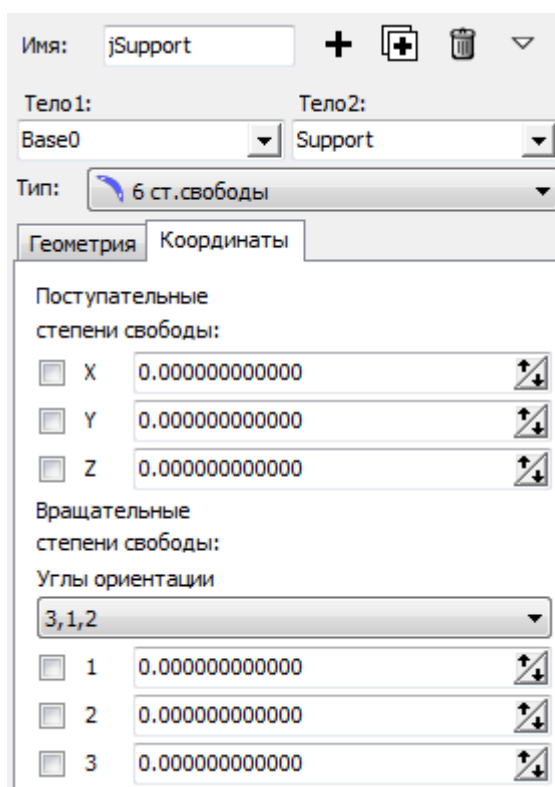

Рис. 3.4. Шарнир для тела **Support**
5. Выключите все шарнирные степени свободы, тем самым жестко связав опору и базу, рис. 3.4.